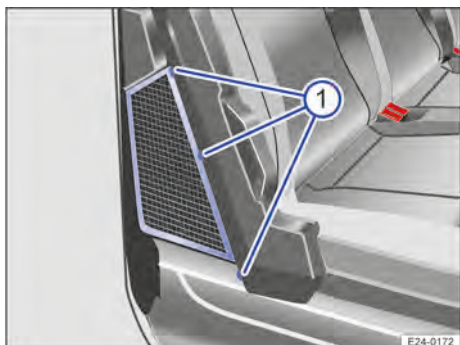

Abb. 163 Rückhaltenetz eingehängt in Sitzbank-Position.
Bei Verwendung in Sitzposition: Die Halteösen in die Halterungen am Sitzgestell → Abb. 163 ① einhängen.